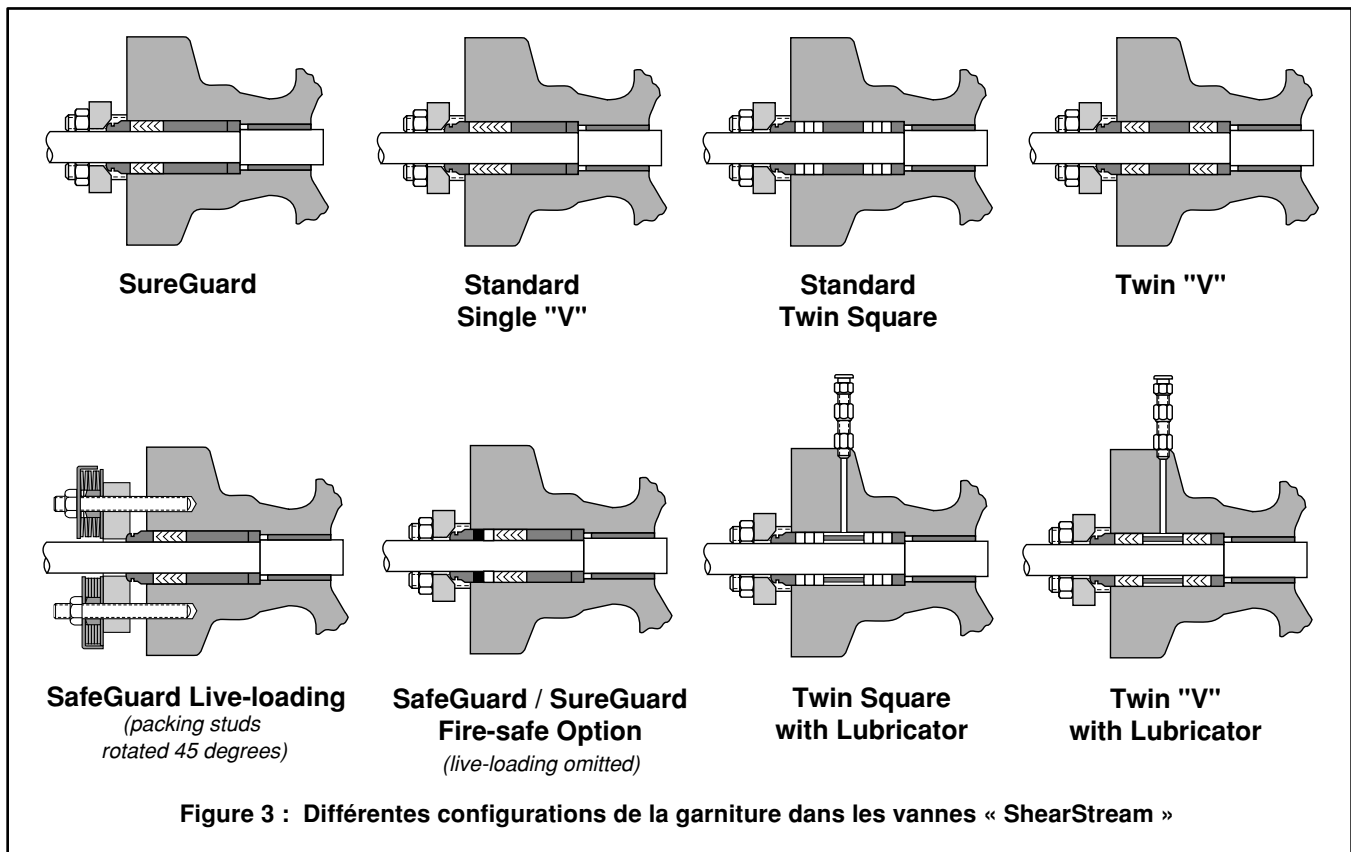

Figure 3 : Différentes configurations de la garniture dans les vannes « ShearStream »
9. Enfilez le palier de butée, l'entretoise de garniture, la garniture et enfin la bague d'appui sur garniture sur l'extrémité cannelée de l'axe puis insérez le tout dans le corps de vanne. Les configurations types de montage de la garniture sont indiquées en Figure 3 (pour les modèles de dimensions 1 pouce, reportez-vous à l'Etape n° 6).